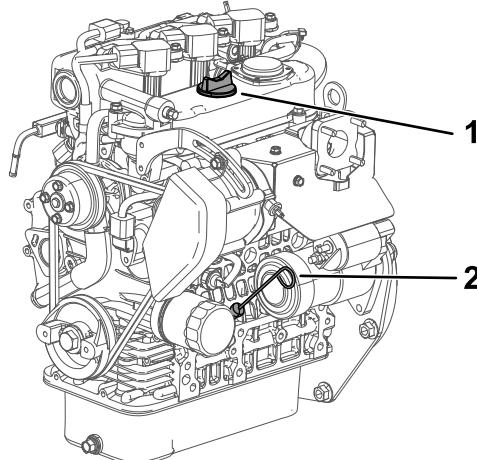

Рисунок 35
4. Выньте щуп и протрите его чистой ветошью (Рисунок 35).
5. Вставьте масломерный щуп в трубку и убедитесь, что он установлен до упора (Рисунок 35).
6. Извлеките масломерный щуп и проверьте уровень масла (Рисунок 35).
7. Если уровень масла низкий, снимите крышку заливной горловины (Рисунок 35) и долейте столько масла, чтобы поднять его уровень до отметки Full (Полный) на масломерном щупе.
8. Вставьте масломерный щуп до упора (Рисунок 35).